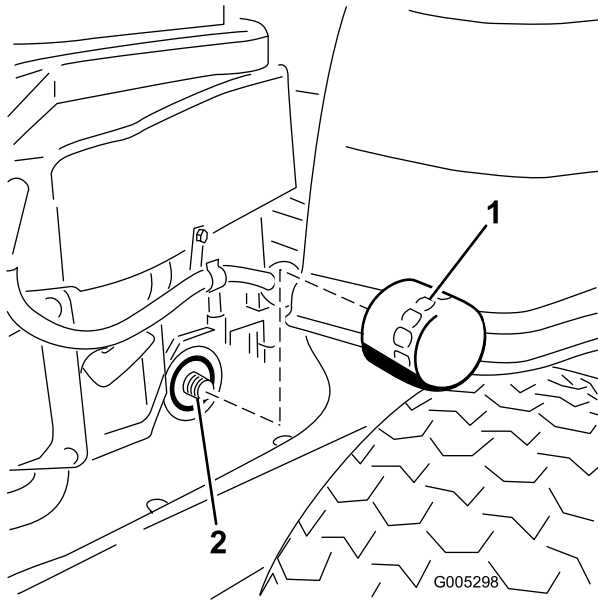

Figura 30
9. Localice el filtro de aceite situado en el lado derecho del motor. Retire el filtro usado y limpie con un paño limpio el adaptador del filtro (Figura 30).
11. Instale el filtro de aceite nuevo en el adaptador. Gire el filtro de aceite en el sentido de las agujas del reloj hasta que la junta de goma entre en contacto con el adaptador, luego apriete el filtro de 3/4 a una vuelta más (Figura 30). Limpie cualquier exceso de aceite del bastidor.